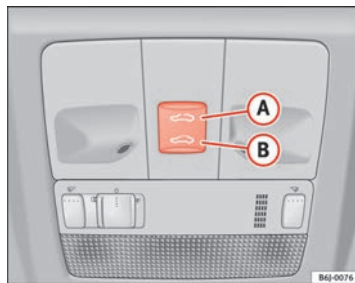

Fig. 52 Toit ouvrant / déflecteur
- Appuyez et maintenez le bouton **(B)** ⇒ fig. 52 ⇒ **(A)** appuyé, le toit se referme alors jusqu'à ce que le bouton soit relâché.